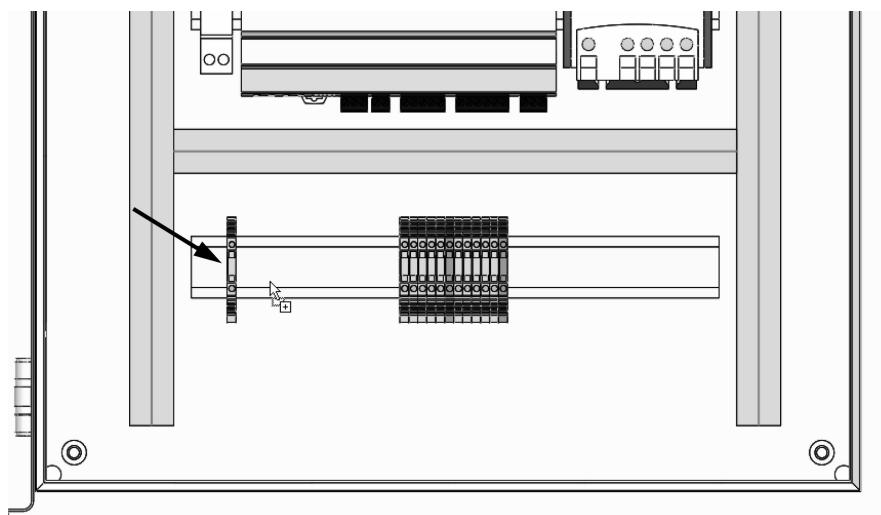

图 13-10 插入端子
**步骤 10 插入端子** 右击端子排【=F1-X2】，选择【插入端子】。单击端子放置的位置，如图 13-10 所示。